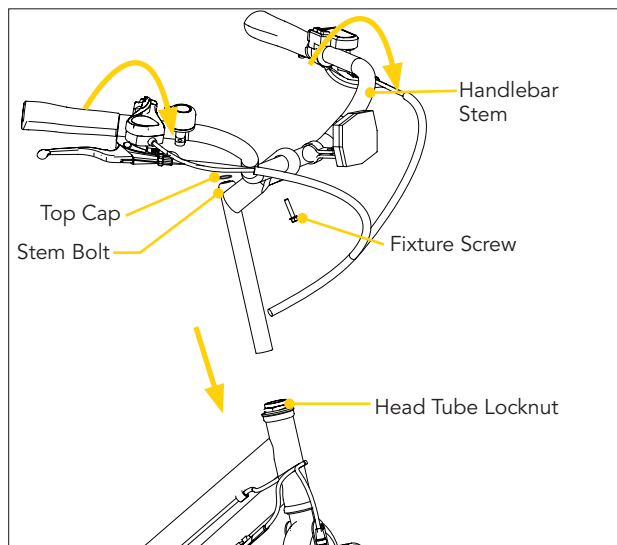

Fig. 4
- Step 1.** Remove the stem bolt cap (Fig. 4).